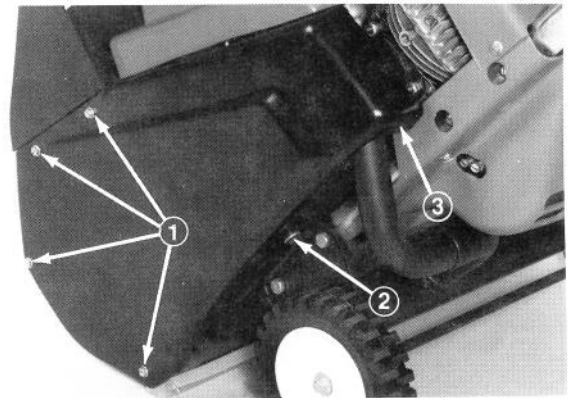

Figure 13
2. Enlevez la vis à tête à embase, quatre boulons et quatre écrous de blocage retenant le couvercle de transmission en place (Figure 13). Enlevez le couvercle et mettez-le de côté.
7. Posez le couvercle de transmission à l'aide de la vis à tête à embase, de quatre boulons et écrous de blocage (Figure 13).